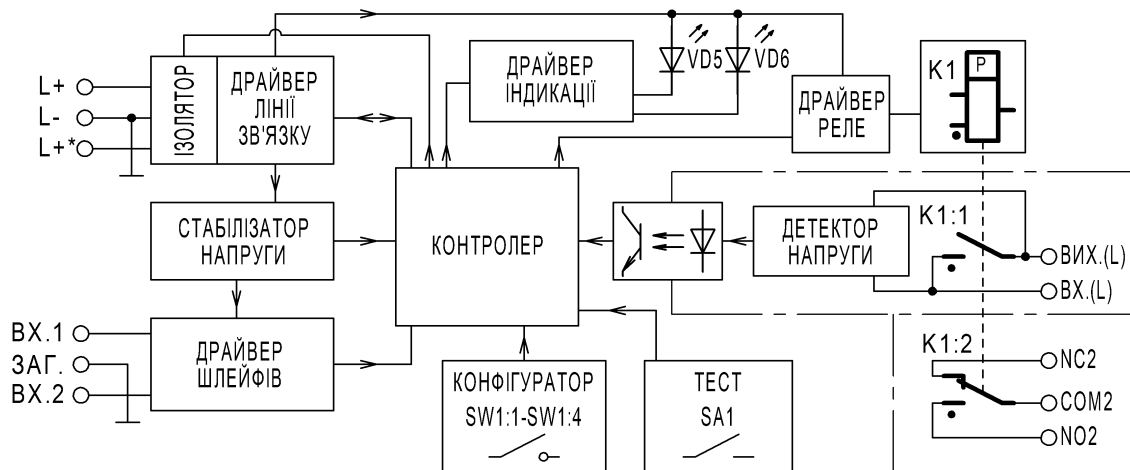
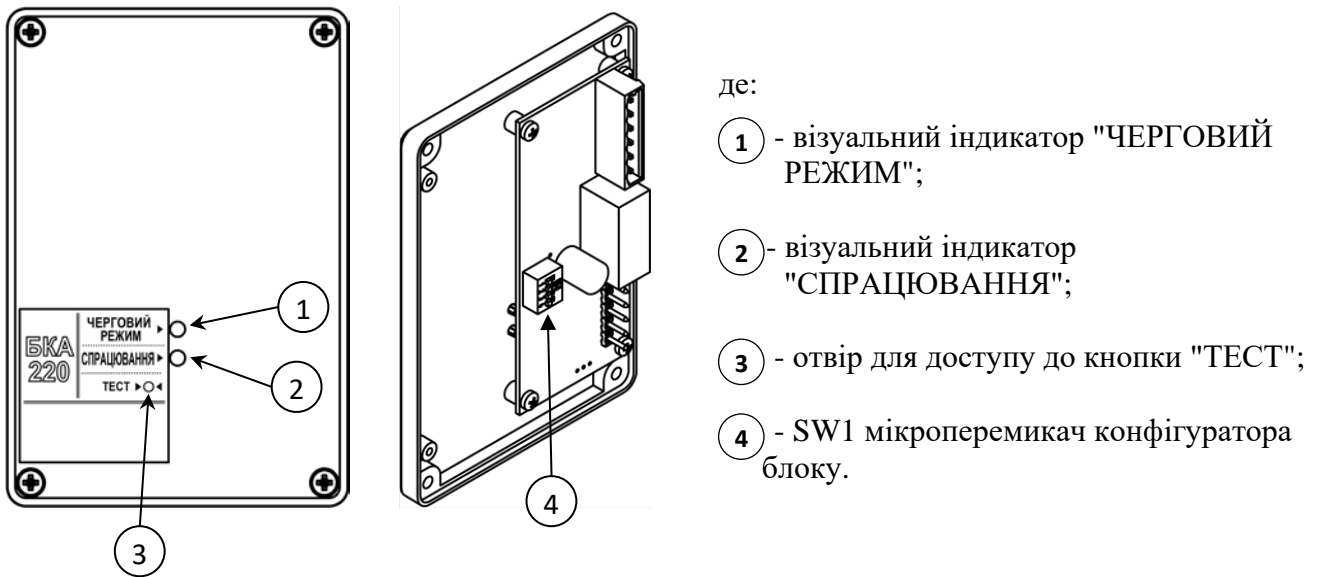

Рис. 3 - Структурна схема блоку.
Рис. 4 - Розташування візуальних індикаторів та мікроперемикача конфігуратора блоку.
3.2 Структурна схема блоку наведена на Рис. 3, знаходження візуальної індикації та мікроперемикача конфігуратора блоку наведено на Рис. 4.
3.6 Вихідний стан роботи блоку відображається візуальними індикаторами Рис. 4 поз.1 та поз. 2. Стан візуальних індикаторів блоку при роботі в АСПС наведено у таблиці 4.